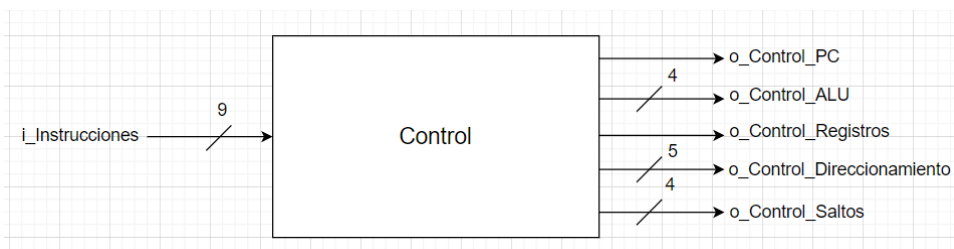

Figura 5 Bloque control
**Control.** En la *Figura 5* se muestra el bloque control del microprocesador creado. Así como en las *Tabla 5* y *6* la descripción de las entradas y salidas.